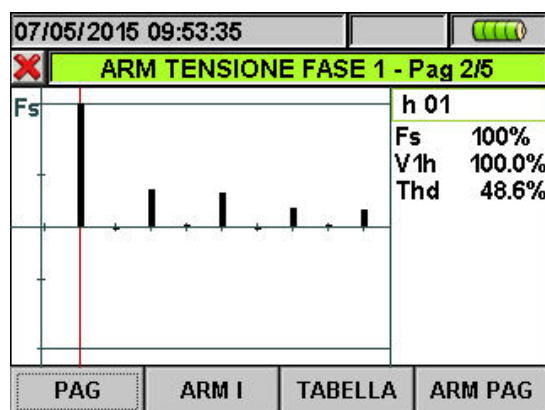
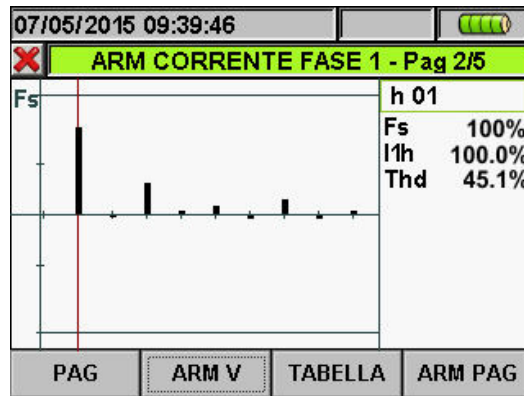

Fig. 37: Analisi armonica tensione V1 in valore percentuale e assoluto per sistemi 4-fili
Fig. 38: Analisi armonica Corrente I1 in valore percentuale e assoluto per sistema 4-fili
- I valori delle armoniche delle singole tensioni V1, V2, V3 e Vn e delle singole correnti I1, I2, I3 e In (**non disponibile per PQA400**) con rispettivi valori della Distorsione Armonica Totale (THD%) sia sotto forma di grafico a istogramma, sia sotto forma di tabella numerica, in valore percentuale o assoluto in funzione dell'impostazione desiderata che sono visualizzati in quattro pagine consecutive e ciclicamente selezionabili. In Fig. 37 e Fig. 38 sono riportati, come esempio, le situazioni relative ai valori della fase L1 rispettivamente per le tensioni e per le correnti per sistemi 4-fili: